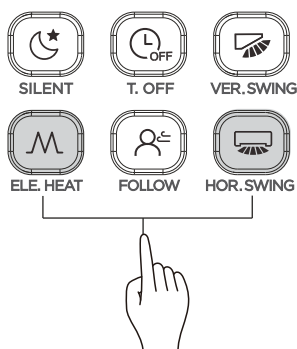

Figura 3.19
- 1) Premere  e  contemporaneamente per bloccare il pulsante (si veda Figura 3.19), e lo schermo mostrerà l'icona di blocco ;